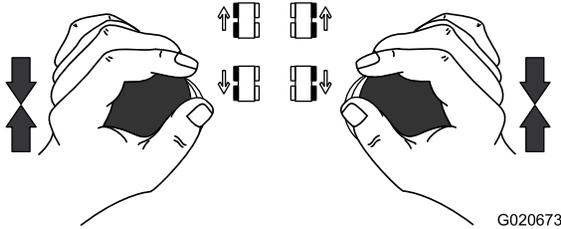

Figura 37
- Para **detener** el desplazamiento o el giro de la máquina, ponga las palancas en la posición de punto muerto (predeterminada) (Figura 37).